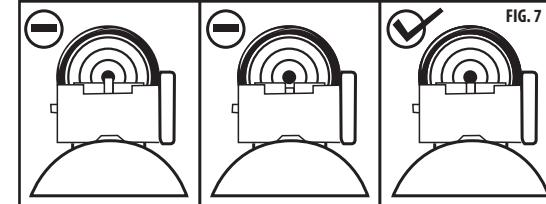

FIG. 7
- A elevação é definida usando o botão de elevação da alça de mira que fica na base da alça de mira. Gire o botão no sentido anti-horário para fazer com que o chumbinho acerte mais para cima no alvo, e gire o botão no sentido horário para fazer com que o chumbinho acerte mais para baixo no alvo. (Fig. 7)